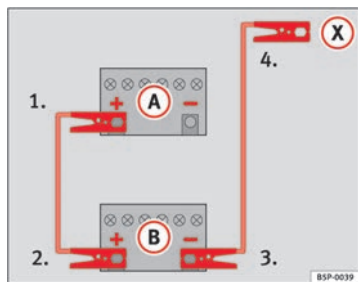

Fig. 245 Esquema de conexión de los cables de emergencia
En la ⇒ fig. 245 (A) representa a la batería sin carga y (B) a la batería con carga.
1. Emborne un extremo del cable de emergencia rojo al polo positivo ⇒ fig. 245 (+) del vehículo con la batería descargada ⇒ ⚠.
4. Emborne el otro extremo del cable negro de emergencia (X) a una pieza de metal maciza unida al bloque motor o al mismo bloque motor del vehículo con la batería descargada, lo más alejado posible de la batería ⇒ ⚠.